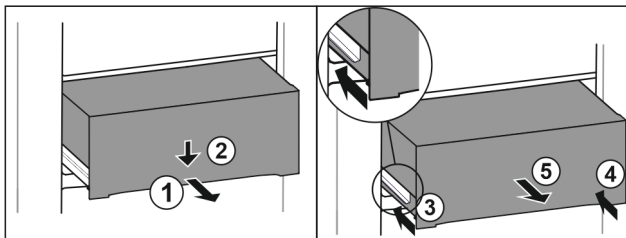

Fig. 72
- ▶ Вытяните выдвижной ящик наполовину. Fig. 72 (1)
- ▶ Вдавите выдвижной ящик в передней части вниз. Fig. 72 (2)
- ▶ Задвиньте левую направляющую прим. на 2 см. Fig. 72 (3)
- ▶ Задвиньте правую направляющую прим. на 2 см. Fig. 72 (4)
- ▶ Извлеките выдвижной ящик движением вперед. Fig. 72 (5)